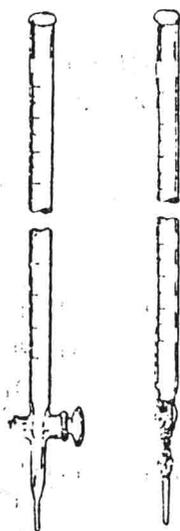

图 6 滴定管
4. 滴定管: 滴定管有两种形式,一种是下端具有玻璃活塞的“酸式滴定管”;另一种是下端具有乳胶管和玻璃球的“碱式滴定管”,如图 6 所示。